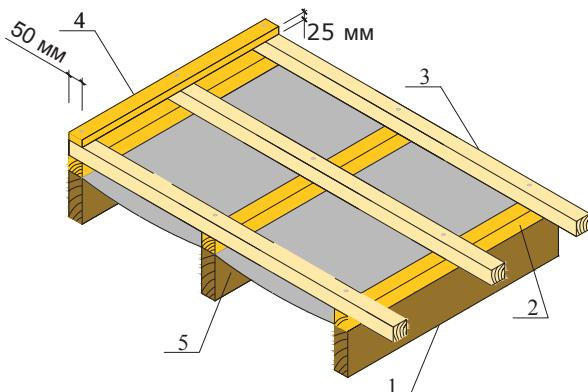

Рис. 9
4.1.13. По окончании монтажа обрешетки вдоль торцевых свесов по обрешетке устанавливают торцевой бруск сечением 50x25 мм. (рис. 9.)